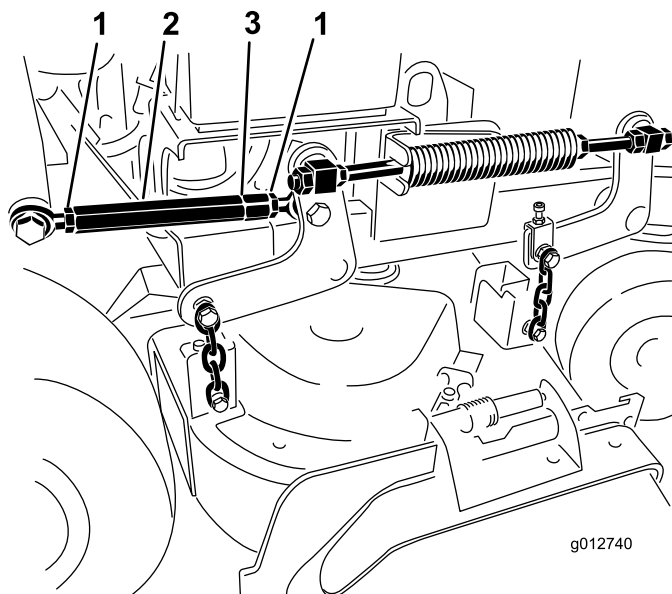

Figura 88
7. Desaperte as porcas de bloqueio que estão em ambas as extremidades do tensor (Figura 88).
Nota: A extremidade do tensor com a ranhura maquinada tem rosca esquerda (Figura 88).